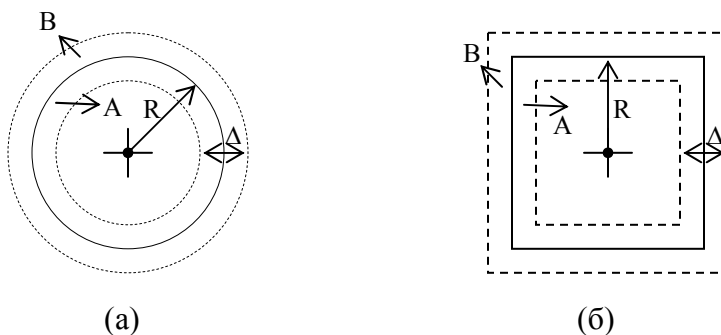

Рис.5.1.13. Устройство работает с двумя типами гео-зон: (а)круг, (б)квадрат.
*Гео-зона* – это некая географическая область с заданным администратором системы центром (широта и долгота) и расстоянием от центра до границы этой области (см. рис. 5.1.13).